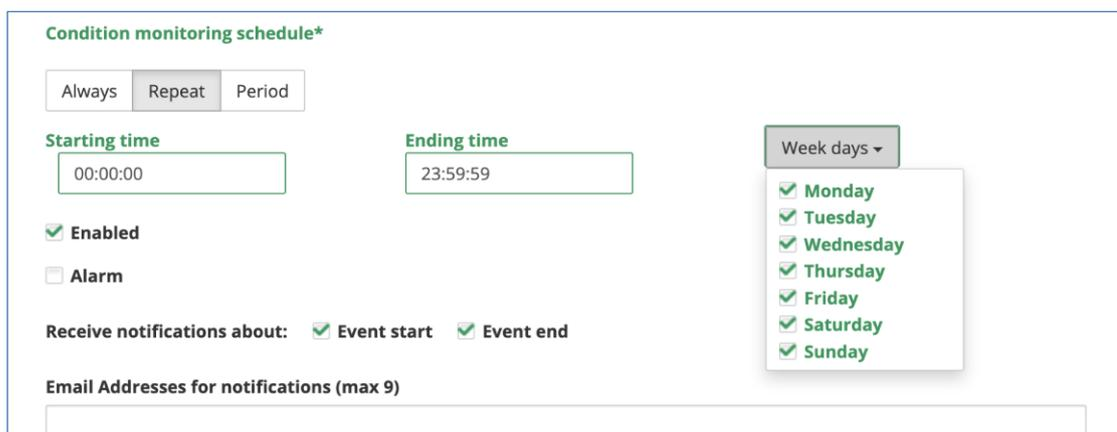

Abb. 8.4
- **Repeat** – Wiederholung: die Ereignis-Auslösebedingung wird nur an den angegebenen Wochentagen und im angegebenen Zeitintervall überprüft (Abb. 8.4).